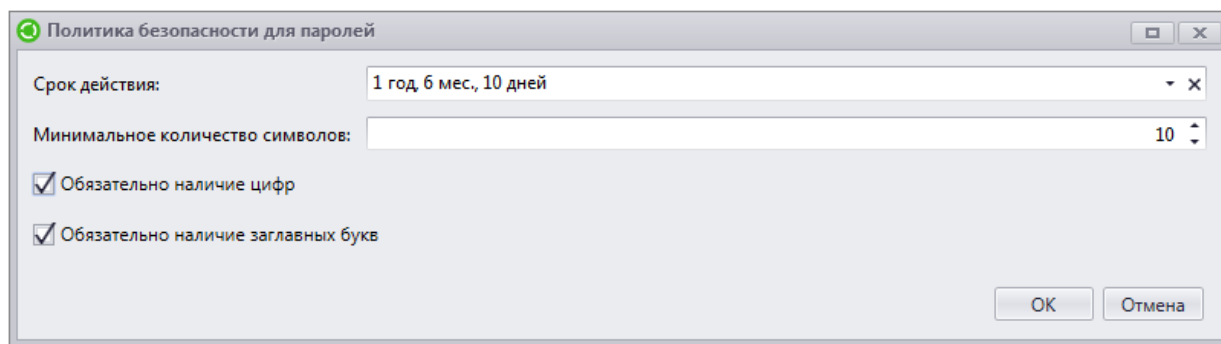

Рис. 2.3. Настройки окна **Политика безопасности для паролей**
2. Открыть в строке главного меню T-FLEX DOCs **Сервис – Политика паролей – Политика безопасности для паролей** (рис. 2.3).